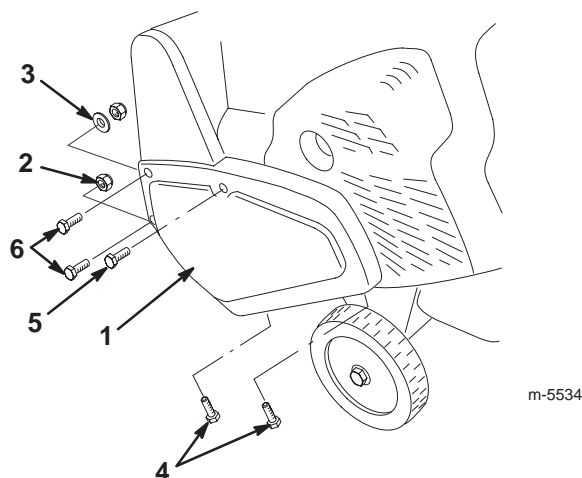

Figure 27
4. Retirez les fixations du couvercle de la courroie d'entraînement sur le châssis de la déneigeuse (Fig. 27). Mettez le couvercle de la courroie d'entraînement de côté.